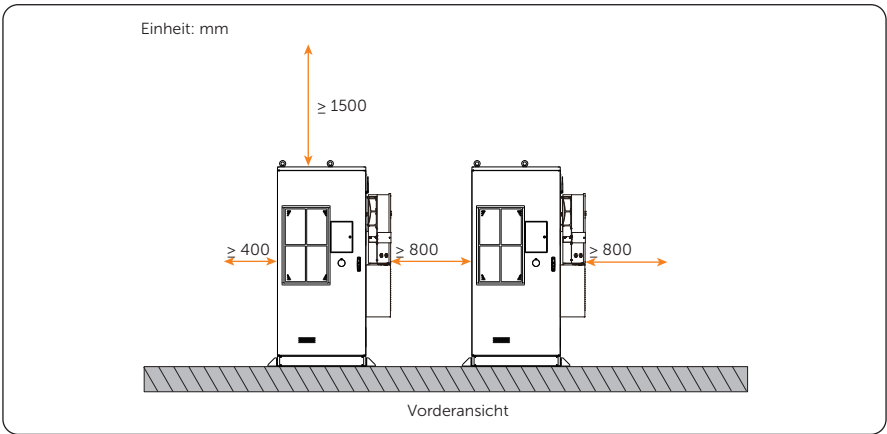

Abbildung 4-8 Zwei und mehr Schränke
- Einzelner Schrank (siehe Abbildung 4-8)